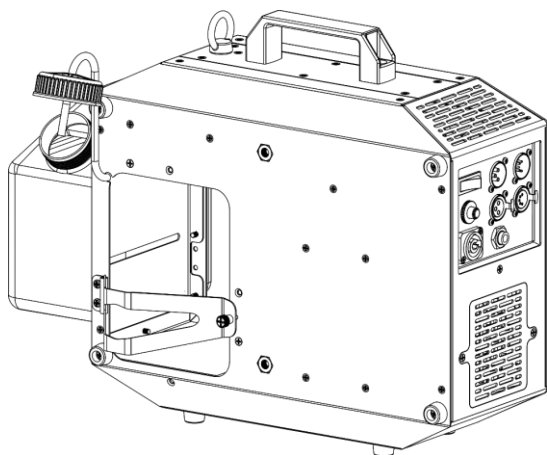

Abb. 18
- 13) Schieben Sie den Schlauch in das Loch, wie in Abb. 18 gezeigt.